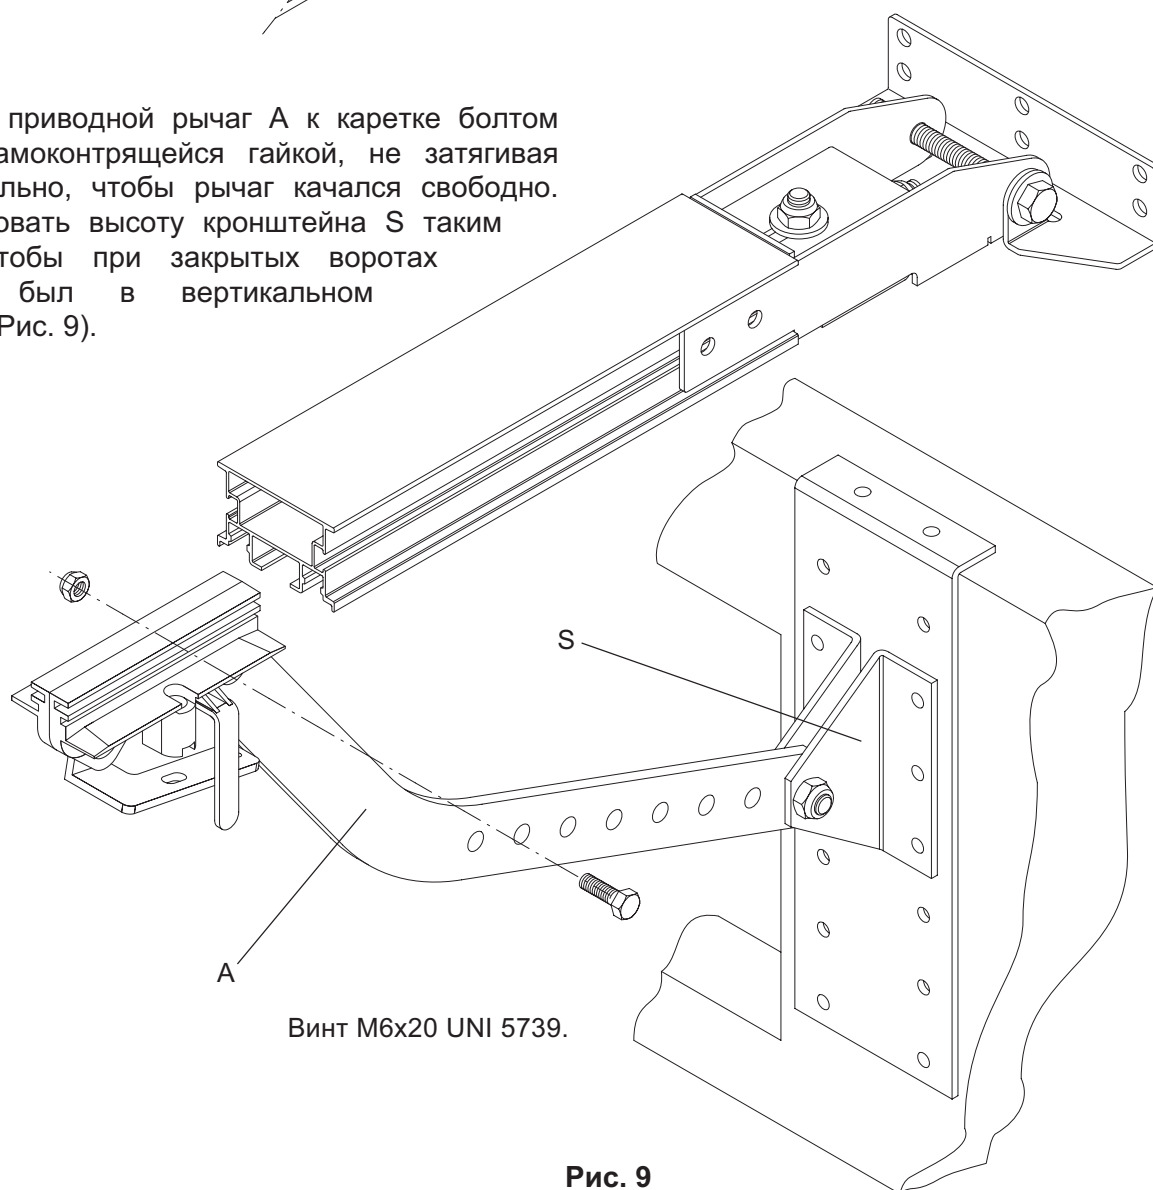

Рис. 9
- h) Соединить приводной рычаг А к каретке болтом M6x20 и самоконтрящейся гайкой, не затягивая слишком сильно, чтобы рычаг качался свободно. Позиционировать высоту кронштейна S таким образом, чтобы при закрытых воротах рычаг А был в вертикальном положении (Рис. 9).